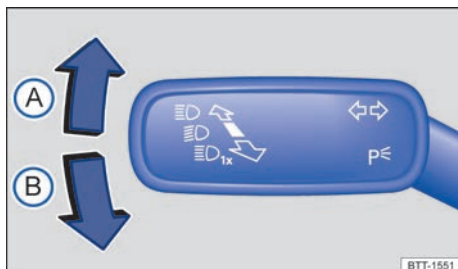

Fig. 80 En el lado izquierdo de la columna de dirección: palanca de los intermitentes y de la luz de carretera.
- Mueva la palanca de los intermitentes y de la luz de carretera desde la posición central a la posición deseada → **fig. 80**: